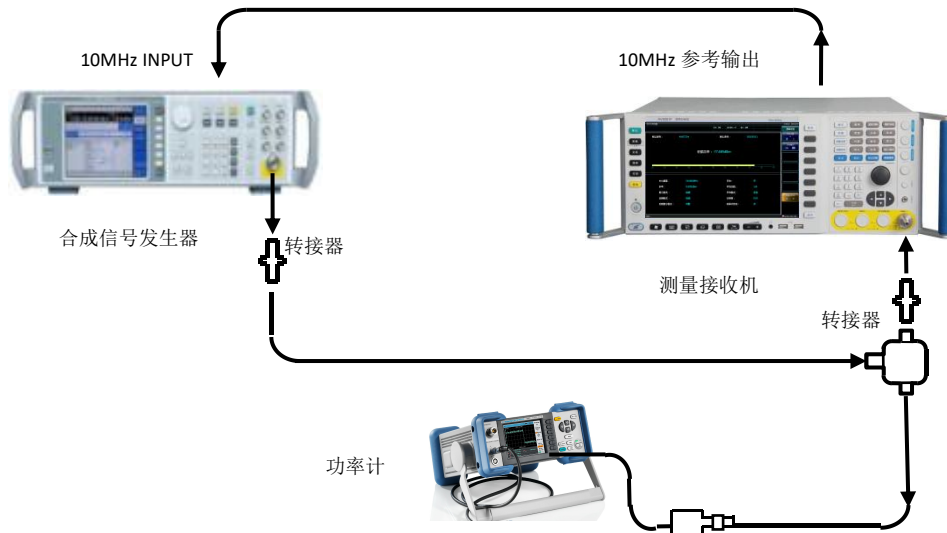

图 8.1 频率计数灵敏度测试示意图
- 1) 按照图 8.1 所示连接 3927 的 10MHz 输出接合成信号发生器的 10MHz INPUT, 连接合成信号发生器的射频输出与功分器的输入, 功分器的输出分别接 3927 的射频输入和功率计探头。